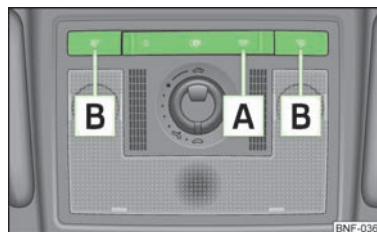

Fig. 26
- Tryk kontakten **A** » Fig. 26 til positionen .
- Tryk kontakten **A** » Fig. 26 til positionen **O**.
- Tryk kontakten **A** » Fig. 26 til den midterste (vandrette) position .
- Tryk på kontakterne **B** » Fig. 26 for at tænde eller slukke læselamperne.